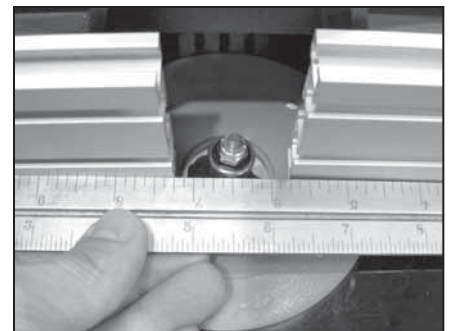

Figure 21
5. Régler le guide aussi près que possible du palier sans que le foret n'entre en contact avec la face en aluminium du guide. Exposer juste assez le palier pour lui permettre de contrôler la profondeur de la coupe. Ce réglage permet la coupe maximum. Il est généralement préférable d'effectuer plusieurs passages pour enlever de petites quantités de bois avant d'atteindre la profondeur maximale. Voir la figure 21.